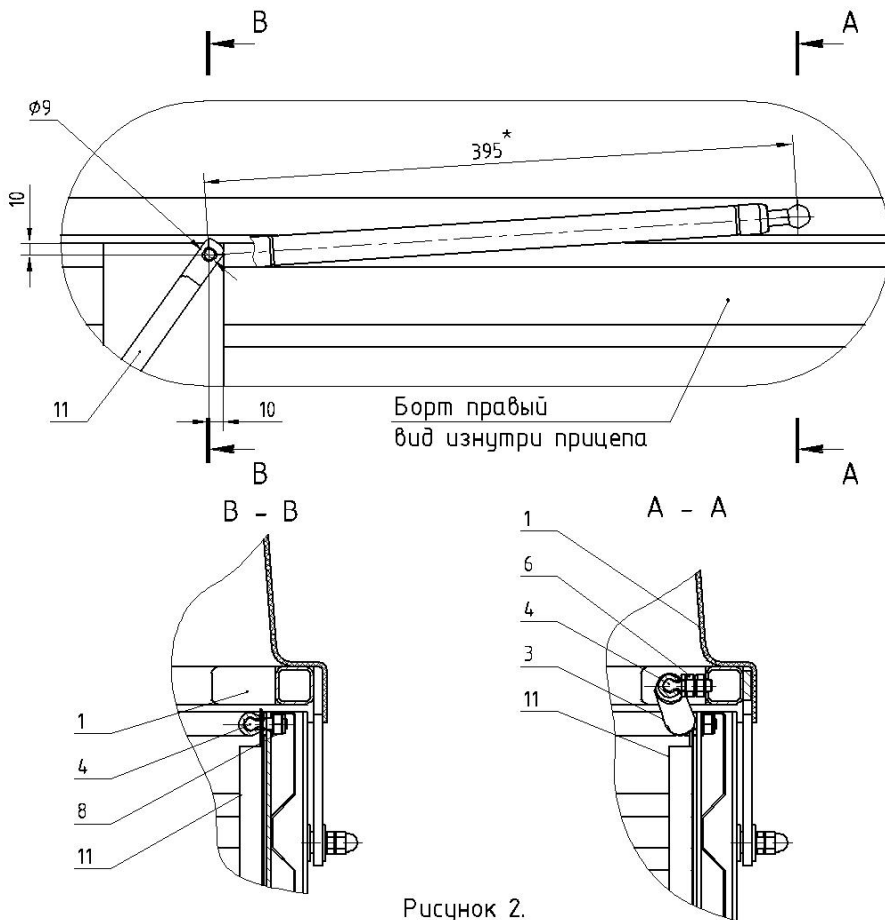

Рисунок 2.
11. Прикрутить верхние шаровые шарниры 4 через дистанционную гайку 6 (рис. 2, сечение А-А и сечение В-В).
12. Просверлить отверстие $\varnothing 9$ мм в левом и правом борту прицепа на расстоянии 10мм от верхнего края борта и 10мм от заднего края стойки, как показано на рис.2.
13. Прикрутить нижние шаровые шарниры 4 (рис. 2, сечение В-В).
15. Установить стопоры газового упора 10 и 11 (рис. 2).